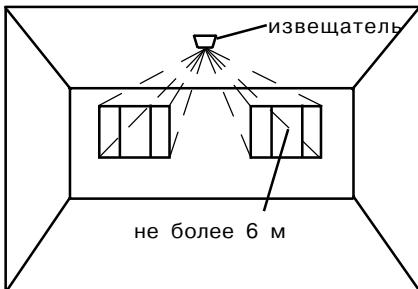
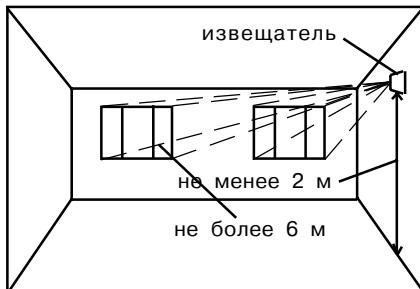
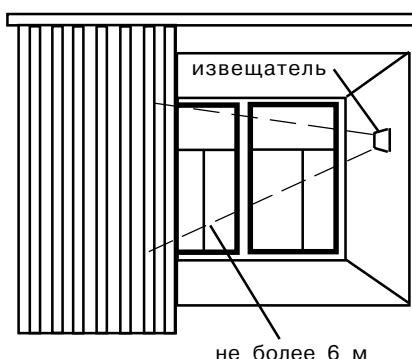

Рис. 29 Установка на потолке
Рис. 30 Установка на боковой стене
Рис. 33 Установка между
- допускается установка извещателя на любой из боковых (рис. 30) или противоположной (рис. 31) стене, а также на потолке помещения (рис. 29 и 32) или в простенке между охраняемым стеклом и занавесями (рис.33);